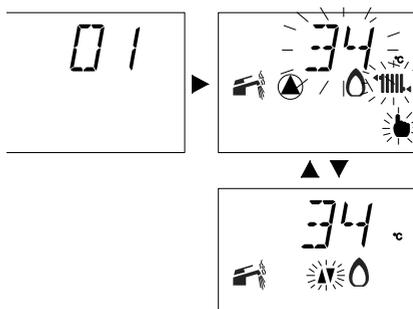

Рисунок 9.14
- О включении функции «трубочист» сигнализирует также поочередное отображение символов, изображенных на следующем рисунке (см. Рисунок 9.14).